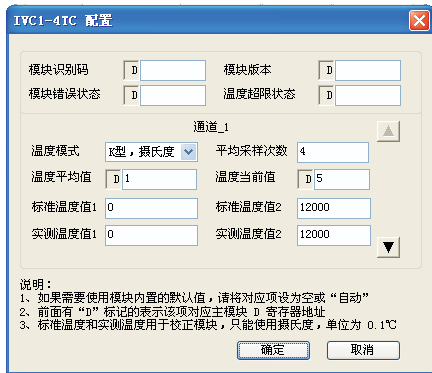
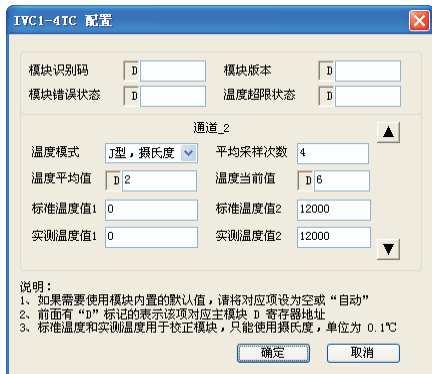
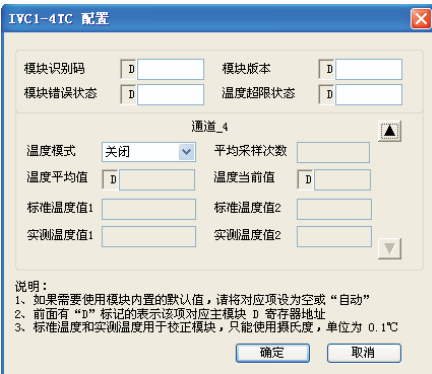

图 4-1 模块第 1 通道设置界面
图 4-2 模块第 2 通道设置界面
图 4-4 模块第 4 通道设置界面
9. BFM#4094：模块软件版本信息单元。自动显示在后台软件的 IVC1-4TC 配置界面上的**模块版本**栏，见图 4-1。
输出第 1 通道设置界面如图 4-1，设置完成后，点向下的黑色按钮，继续设置输出第 2 通道、3 和 4，设置界面分别如图 4-2~图 4-4。进一步详细说明参见《IVC 系列可编程控制器编程参考手册》。